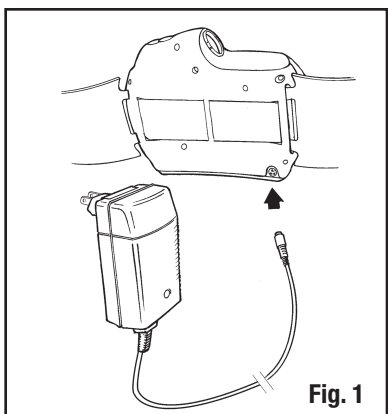

Fig. 1
3. Raccorder la sortie du chargeur dans la prise de charge de la pile (Fig. 1).